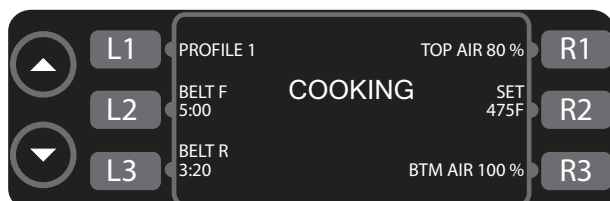
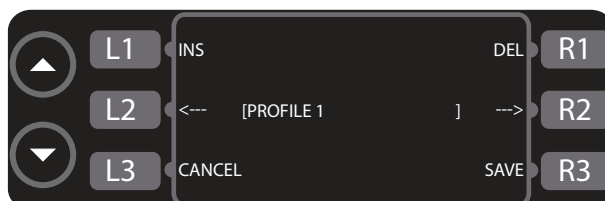

Рис. 14. Экран параметров готовки
Рис. 15. Экран изменения названия профиля готовки
При выборе варианта фиксированной установки определенного параметра происходит отключение программной кнопки рядом с данным параметром (рис. 14) с запретом на изменение меню.
1. На экране готовки (рис. 14) нажмите кнопку L1 для перехода к экрану изменения названия (рис. 15).
1. На экране (рис. 14) нажмите программную кнопку рядом с конвейерной лентой, параметры которой требуется изменить (нажмите L2 для передней [лента F] или L3 для задней ленты [лента R]).
1. Нажмите кнопку R2 (рис. 14, стр. 13) для входа в меню управления параметрами температуры.
1. Нажмите кнопку R1 (рис. 14, стр. 13) для входа в меню управления параметрами верхнего или кнопку R3 - для управления параметрами нижнего потока воздуха.